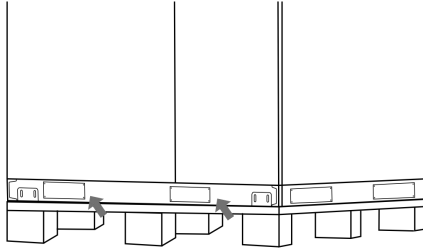

Abbildung 4
3. Schrauben Sie die beiden Schutzplatten am Boden des Schränks ab. Siehe Abbildung 4.